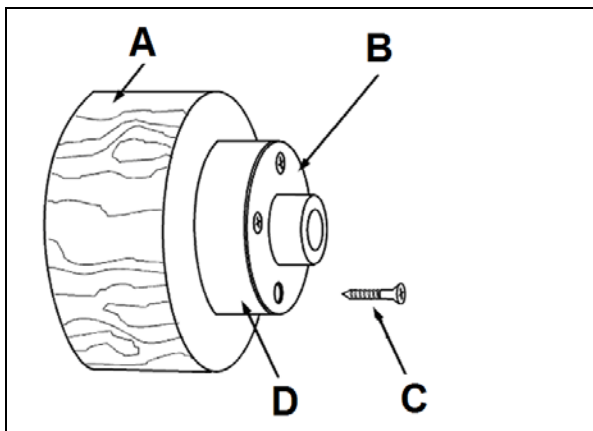

Fig. 24
Fixer la pièce à usiner (A, Fig. 24) avec 4 vis à bois (C) par derrière directement sur le plateau circulaire. Bien choisir les vis. Des vis trop longues débordent dans la zone de travail et des vis trop courtes ne garantissent pas une bonne fixation.